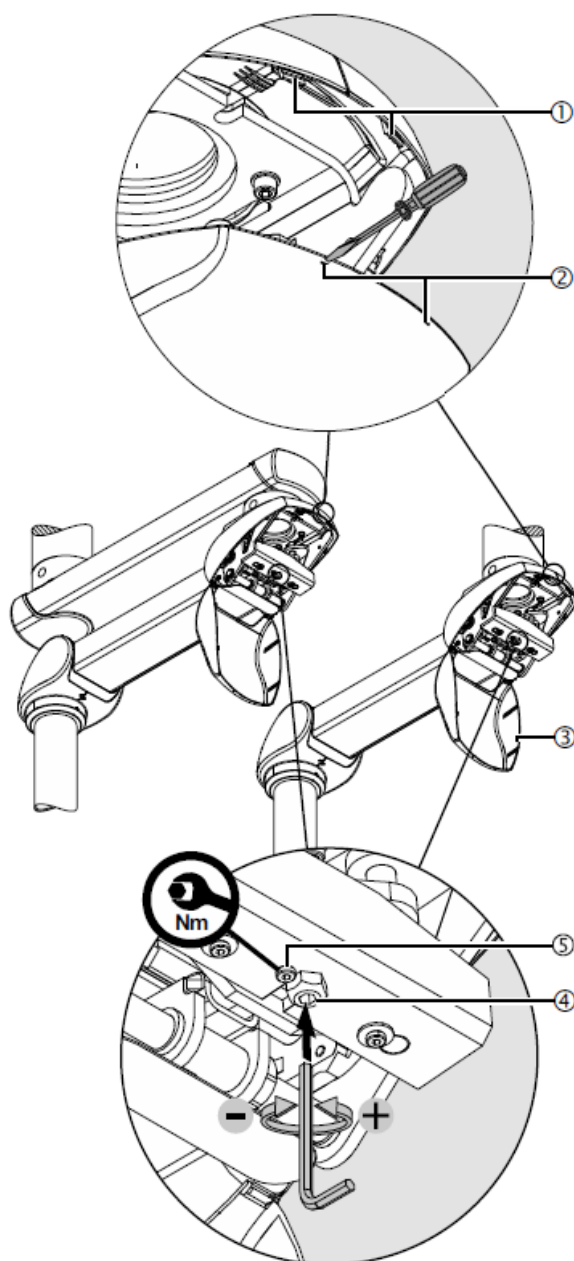

Abb. 15 Einstellung der Tragkraft des Federarms und Verschließen der hinteren unteren Abdeckung
- Richten Sie den Versorgungskopf aus, ohne Spannung auf die Versorgungsschläuche ① auszuüben.
- Setzen Sie die 4 Gewindebolzen M8 x 80 ② so ein, dass sie mit den 4 Aufnahmen in der Halterung des Fallrohrs übereinstimmen, wie in Abbildung 15 dargestellt.